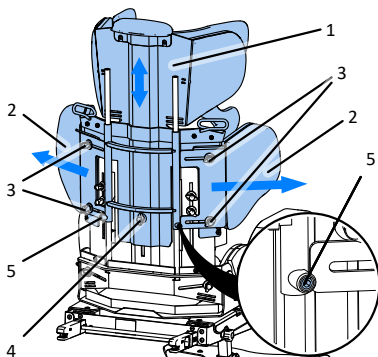

Abb. 16
11.2 Höhenverstellung der Rückenlehne (Abb.16)